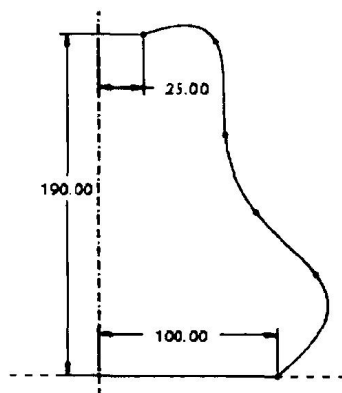
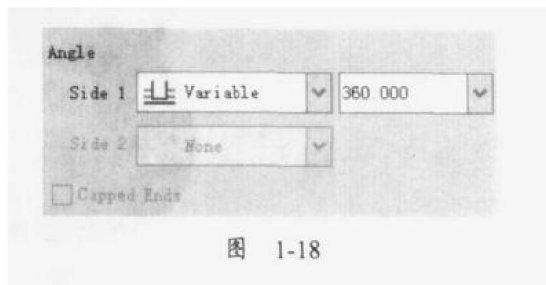

图 1-17
图 1-18
(4) 单击 Section 对话框中的 Sketch 按钮, 系统进入草绘状态。
(5) 绘制如图 1-17 所示的一条中心线和特征截面, 然后单击草绘命令工具栏中的“√”按钮, 系统再次显示 Section 对话框。
(6) 单击 Section 对话框中的 OK 按钮, 系统返回零件设计模式。
(7) 单击 Options 选项, 在弹出面板的 Side1 栏中, 选择 Variable 选项, 并输入旋转角度 360, 如图 1-18 所示。